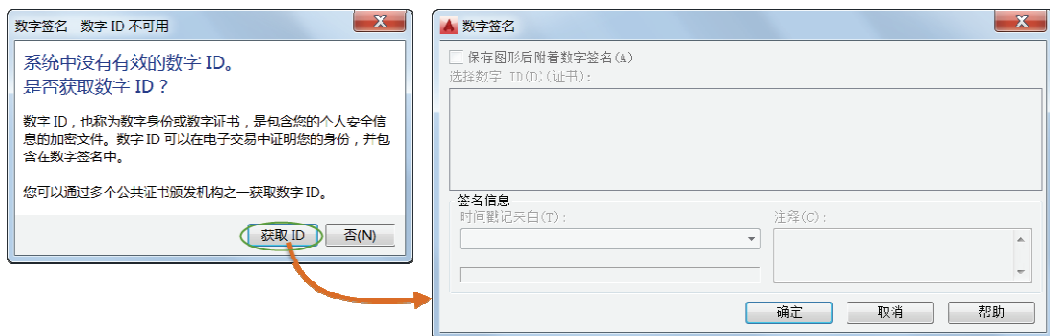

图 2-4 “数字签名”设置
- “数字签名”按钮：如果系统中没有有效的数字 ID，那么单击此按钮，将打开“数字签名-数字 ID 不可用”对话框，从中单击“获取”按钮，弹出“数字签名”对话框和链接网页以获取数字 ID，如图 2-4 所示。利用“数字签名”对话框可以选择所需的有效数字 ID 证书（如果有的话）并获悉其签名信息，同时可以设置保存图形后附着数字签名。